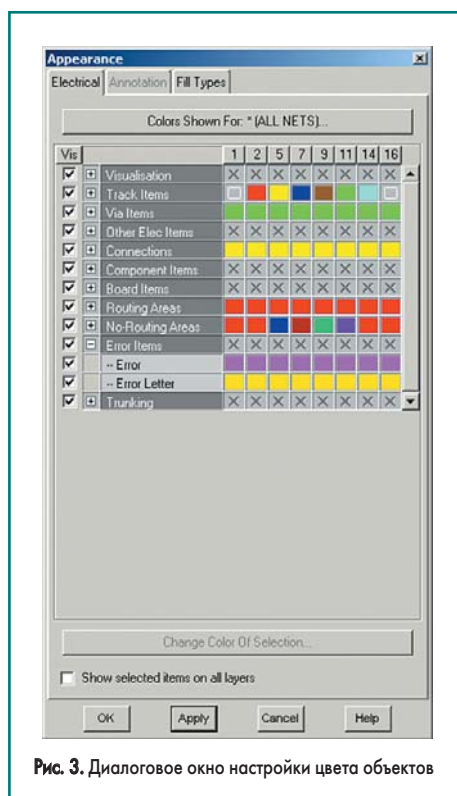

Рис. 3. Диалоговое окно настройки цвета объектов
7. В появившемся диалоговом окне Appearance выполним щелчок левой кнопкой мыши на значке +, расположенном слева от категории Errors Items на вкладке Electrical. Категория раскроется, и в списке появятся две строки, одна из которых (Error) задает цвет подсветки участвующих в нарушении объектов, а вторая (Error Letter) задает цвет текстовых маркеров ошибок (рис. 3).